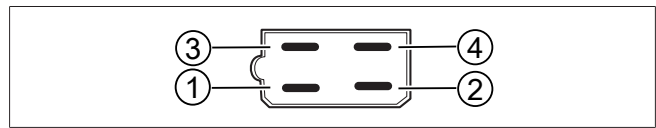

Fig. 14 Collegamenti ventiatore
③ + 3° velocità - ARANCIONE	④ + 2° velocità - ROSSO
① - ritorno - NERO	② + 1° velocità - GIALLO
1. Realizzare collegamenti elettrici conformi al Fig. 14. Consultare il Dati tecnici per i requisiti di alimentazione e dei fusibili. Evitare di posizionare relè per raccordi, fusibili e interruttori nelle vicinanze dei collegamenti del circuito refrigerante.